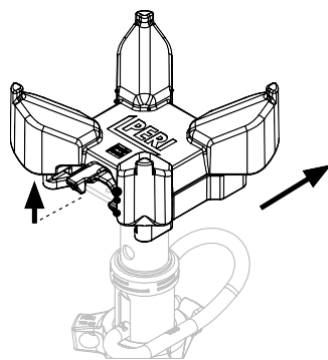

Fig. D1.01c
2. Повдигнете заключващия клипс с един пръст (31.2) и извадете опорната глава. (Fig. D1.01c)